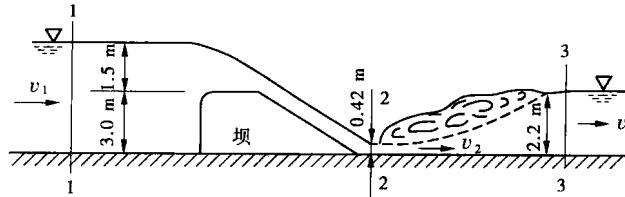

图 1.2.4
**【例 1.2.6】** 图 1.2.4 所示为水流经溢流坝前后的水流纵断面图。设坝的溢流段较长, 上下游每米宽的流量相等。当坝顶水头为 1.5 m 时, 上游 1—1 断面处的流速  $v_1 = 0.8 \text{ m/s}$ , 坝址 2—2 断面处的水深为 0.42 m, 下游 3—3 断面处的水深为 2.2 m, 试求:
(1) 1—1、2—2、3—3 断面处单位重量水体的势能、动能和总机械能;
(2) 1—1 断面至 2—2 断面的水头损失和 2—2 断面至 3—3 断面的水头损失。